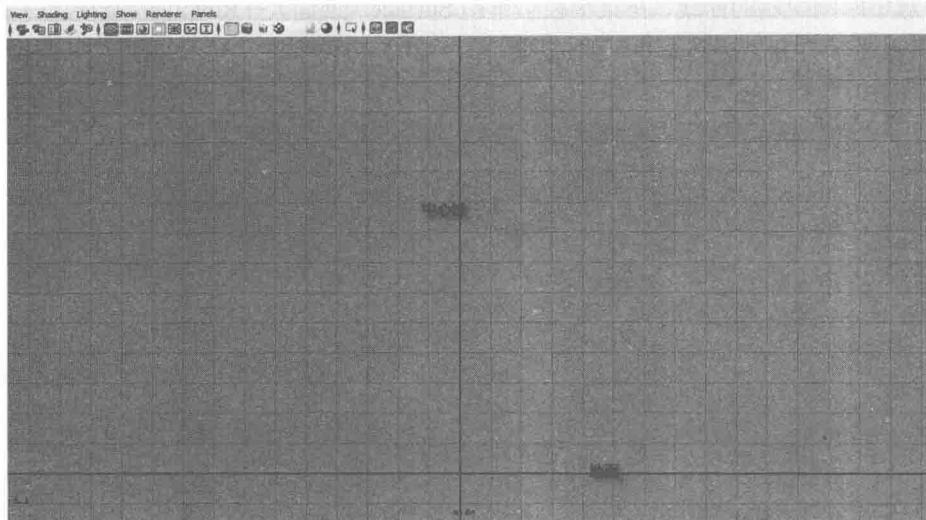

图 1-6
3) 在 side 视窗中，按键的同时按鼠标右键不放，然后就可以通过拖动鼠标来缩放视窗；按键的同时按鼠标中键不放可以平移视窗。按照此方法，将视窗调整到如图 1-6 所示。